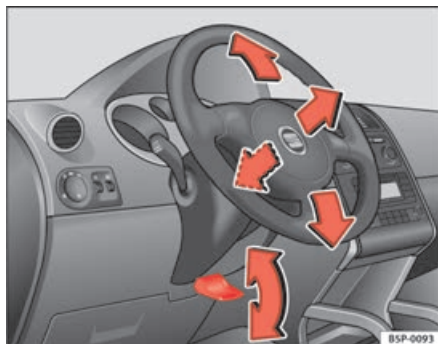

Fig. 134 Regolazione della posizione del volante
- Abbassare la leva $\Rightarrow$ fig. 134 che si trova sotto il piantone dello sterzo $\Rightarrow$ ⚠.